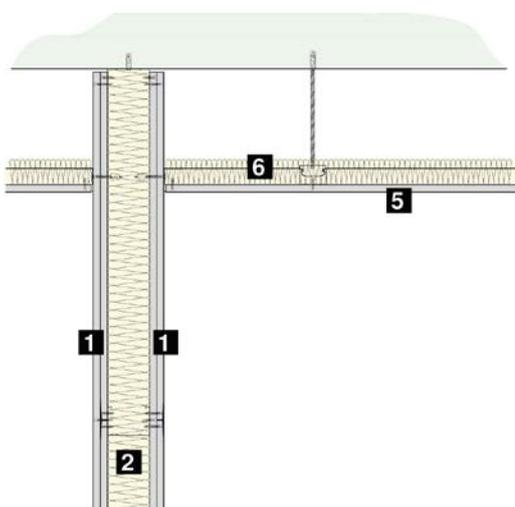
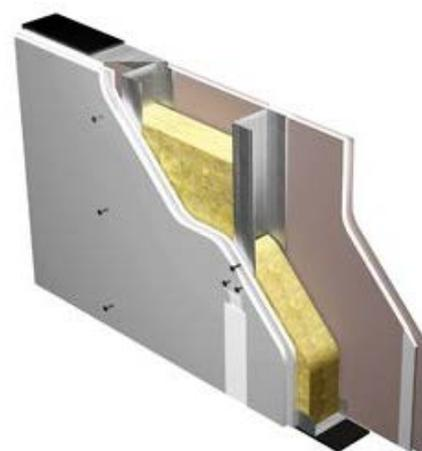

Fig. 3
Fig. 4
I divisori interni di separazione tra i diversi locali (fig. 3 e fig.4) saranno realizzati con struttura metallica e rivestiti in entrambi i lati con doppia lastra in gesso rivestito (1) e isolante termoacustico in lana di roccia (2) nell'intercapedine della struttura.
All'interno degli appartamenti è prevista l'installazione, a plafone, di un controsoffitto (Fig. 3) realizzato mediante struttura portante in elementi metallici zincati su cui è ancorata una lastra in gesso rivestito (5) con interposto isolante termo-acustico (6).